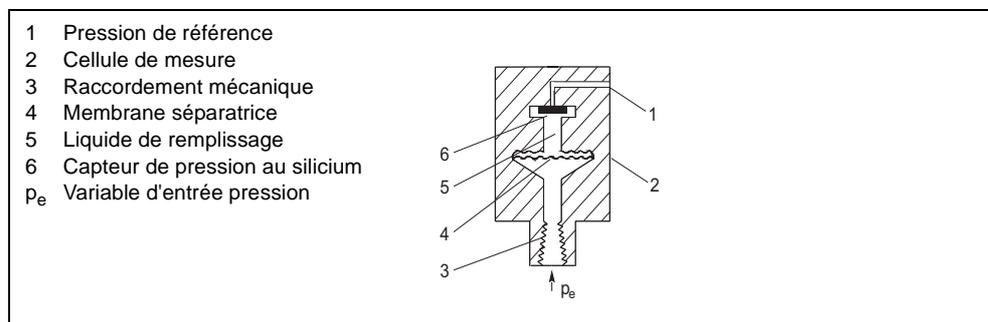

Figure 6 Cellule de mesure de la pression, schéma de principe
La pression p_e arrive à la cellule de mesure (2) par le raccordement mécanique (3, Figure 6). Elle est transmise via la membrane séparatrice (4) et le liquide de remplissage (5) au capteur de pression au silicium (6) dont la membrane de mesure se déforme. Quatre résistances piézoélectriques montées en pont, incorporées à la membrane de mesure, voient leur valeur résistive changer. Le changement de la résistance produit une tension de sortie du pont proportionnelle à la pression d'entrée.